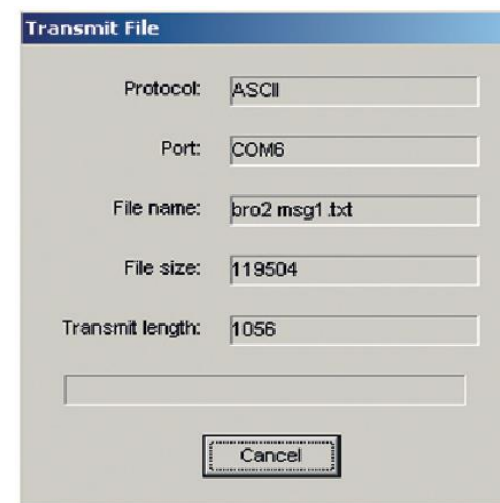

Рис. 9. Запись файла.
11. В появившемся окне выберите интересующий файл сообщения и нажмите кнопку «открыть». После этого появится окно процесса записи сообщения. По завершении операции в диалоговом окне появится сообщение «Download complite» (рис. 9 и 10).